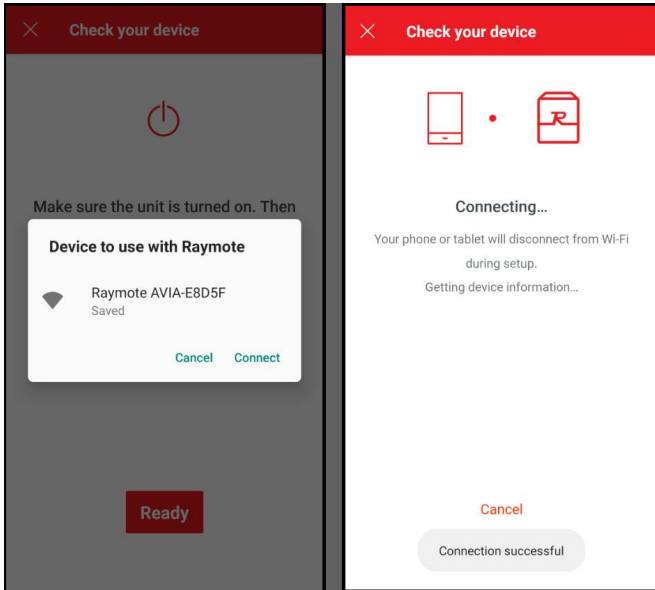

Figure 84. Connexion
- Vous serez invité à confirmer l'appareil sélectionné. Attendez quelques secondes pendant que l'application Raymote se connecte à votre appareil, comme indiqué à la **Figure 84**.